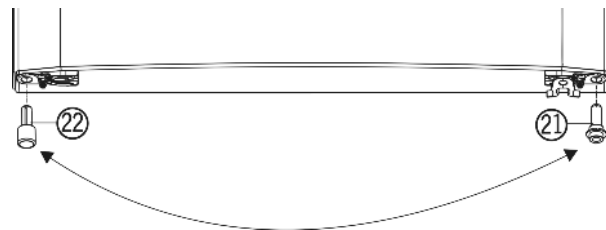

Fig. 5
- ▶ Z drzwi na dole po lewej stronie wyjąć element dystansowy Fig. 5 (22).
- ▶ Element dystansowy Fig. 5 (22) włożyć ponownie do drzwi na dole po prawej stronie.